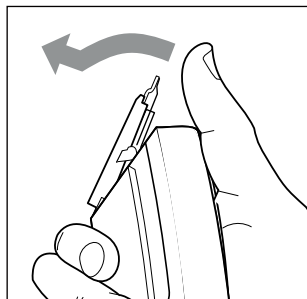
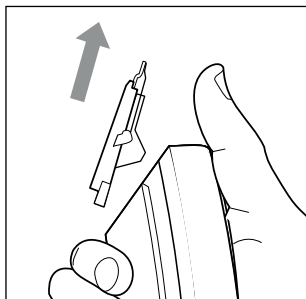

Fig. 8
Fig. 9
- ▶ La cuchilla del cabezal de corte ❶ puede limpiarse con agua. No utilice ningún otro líquido.
- 1) En primer lugar, presione el cabezal de corte ❶ hacia delante con el pulgar para desmontarlo del aparato (consulte la fig. 8). Tras esto, tire del cabezal de corte ❶ hacia arriba para retirarlo del aparato (consulte la fig. 9).